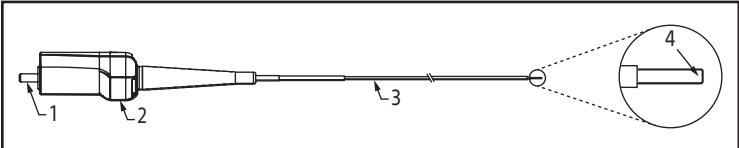

Figure 1. Fibra de laser Flexiva Pulse ID
4. Ponta de saída distal (ponta plana (Fig. 1) ou TracTip (Fig. 2))